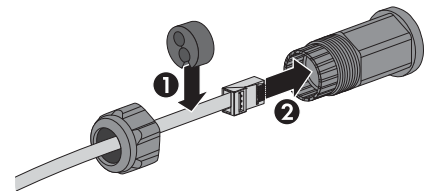

Figura 2.20 Far passare i cavi attraverso i passacavi
- 2. Far passare i cavi attraverso la base dell'inverter tramite i passacavi. Vedere figura 2.20.